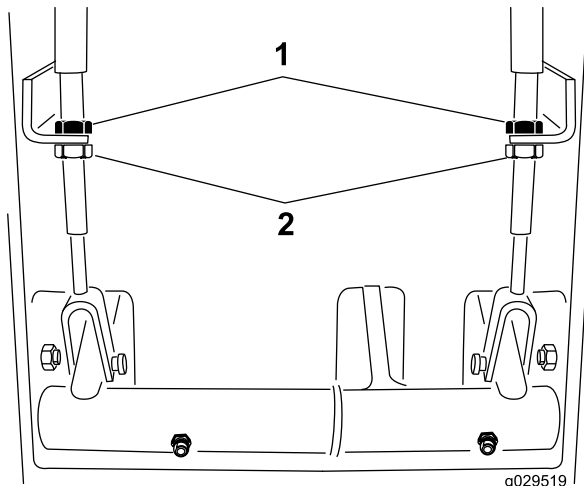

Figure 74
2. Pour réduire la garde aux pédales de frein, desserrez les écrous de blocage avant sur l'extrémité filetée du câble de frein (Figure 74).